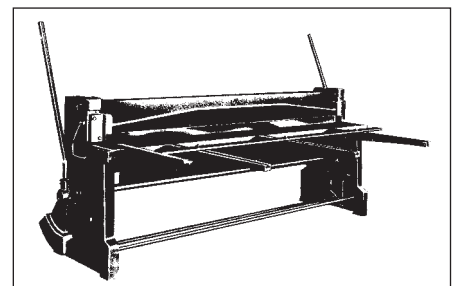

Bild 16
- eine Tafelschere, 1 bis 3 m (Bild 16).